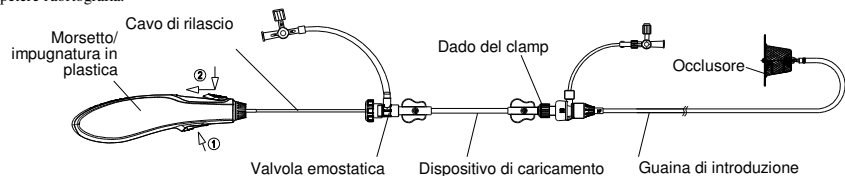

Figura 7. Illustrazione del rilascio dell'occlusore
- Mantenere la guaina di introduzione a contatto con il raccordo dell'occlusore, quindi tirare delicatamente il cavo all'indietro finché si separa dall'occlusore. Infine, rimuovere il cavo di rilascio e la guaina di introduzione dal paziente (vedere la figura 7).